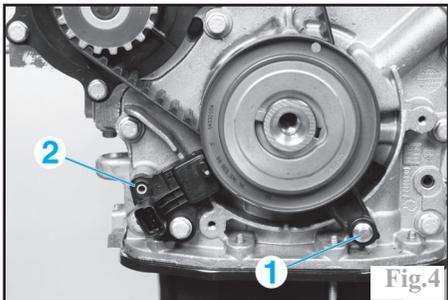

Fig.4
-l'équerre anti-décalage (1) (Fig.4) et serrer à 0,5 m.daN.
-le capteur de régime (2).
Déposer le capteur de régime moteur (2) (Fig.4)